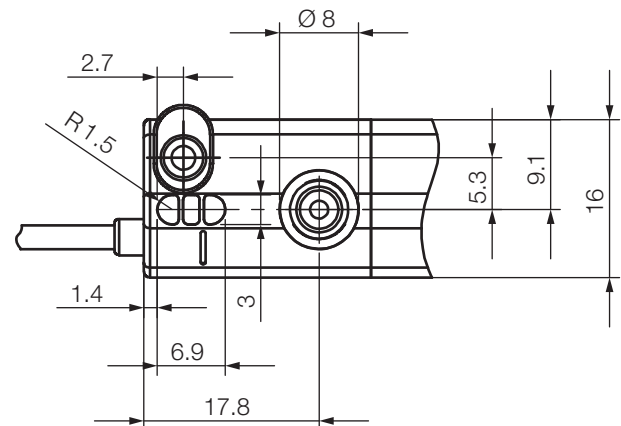

Fig. 4-13: Dimensiones y distancias de las teclas y LED
**i** En caso de montaje invertido, debe disponerse una escotadura para la tecla y los LED (para las dimensiones, ver la Fig. 4-13). De lo contrario, solo es posible configurar el BMP mediante IO-Link.